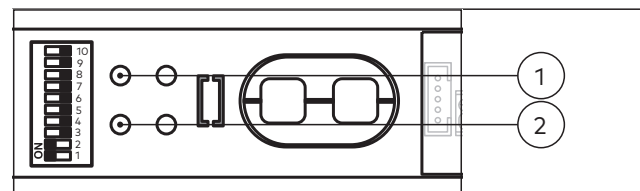

Abb. 48 Lernfahrt starten
- Die LED blinkt grün (Abb. 48/1).
3. Den Reset-Taster am Antrieb länger als 3 Sekunden drücken (Abb. 48/2).